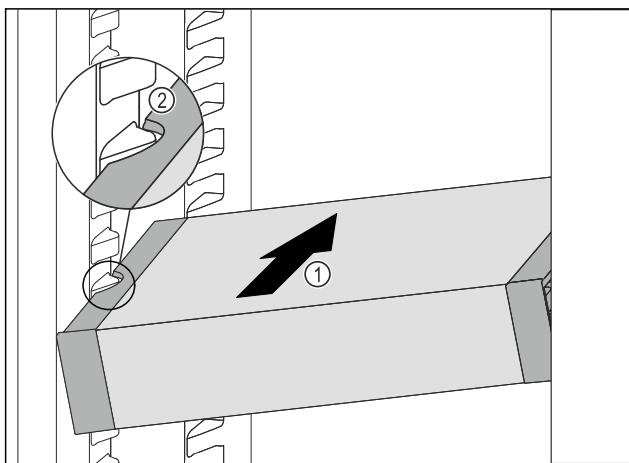

Fig. 127
- VarioSafe schräg in das Kühlteil einschieben Fig. 127 (1), bis sich die seitlichen Aussparungen Fig. 127 (2) des VarioSafes auf Höhe der Behälterrippe im Kühlteil befinden.